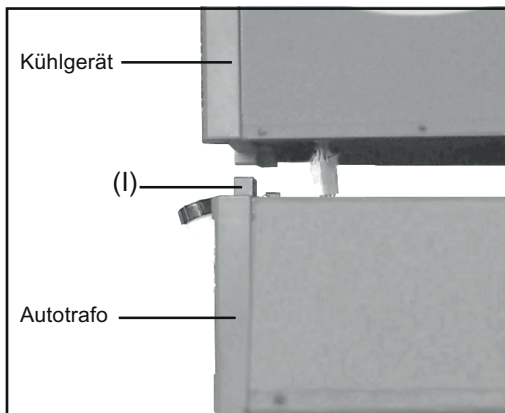

Abb.10 Sechskant-Muttern einsetzen
- 16 Oben am Autotrafo beiliegende Sechskant-Muttern von innen in die sechskantförmigen Öffnungen (I) der Befestigungsstege schieben (wie bei Kühlgerät; siehe Abb.10)